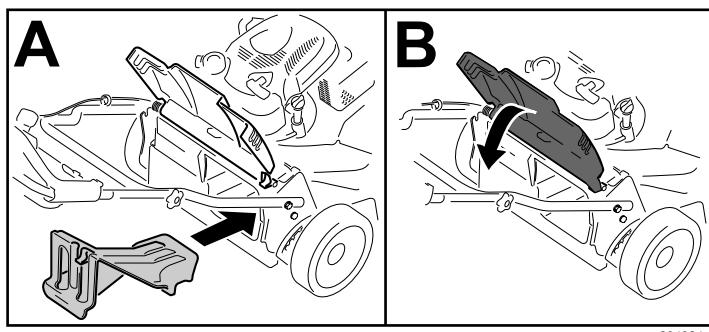

Figure 23
- Si l'obturateur d'éjection arrière n'est pas installé, saisissez-le par la poignée, relevez le volet arrière et insérez-le dans la goulotte d'éjection arrière jusqu'à ce que le dispositif de verrouillage s'enclenche; voir Figure 23.
**Important:** Assurez-vous que l'obturateur d'éjection arrière est en place avant de procéder au recyclage (Figure 23).